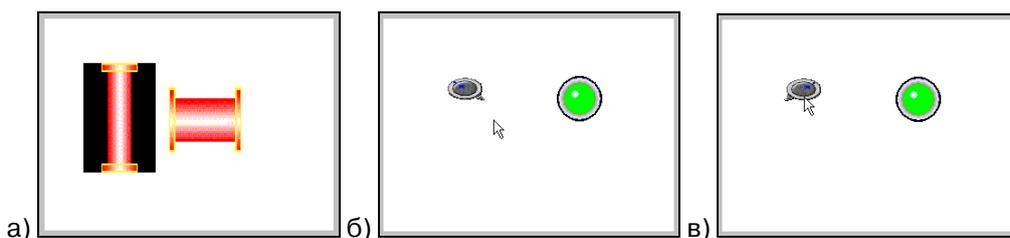

Рисунок 51
- В правой части окна – при необходимости установить флажок переключателя «Прозрачность». Если флажок не установлен, то выбранное изображение будет отображено на том фоне, который использован на выбранном изображении, если установлен – на прозрачном фоне, (например, изображения труб слева и справа на рис. 51, а).